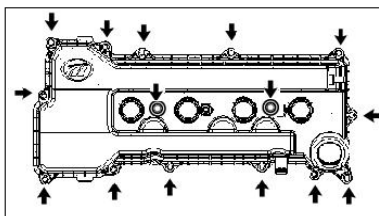

Рисунок II-59
2. Завернуть 15 болтов, чтобы закрепить клапанную крышку (см. Рисунок II-59).